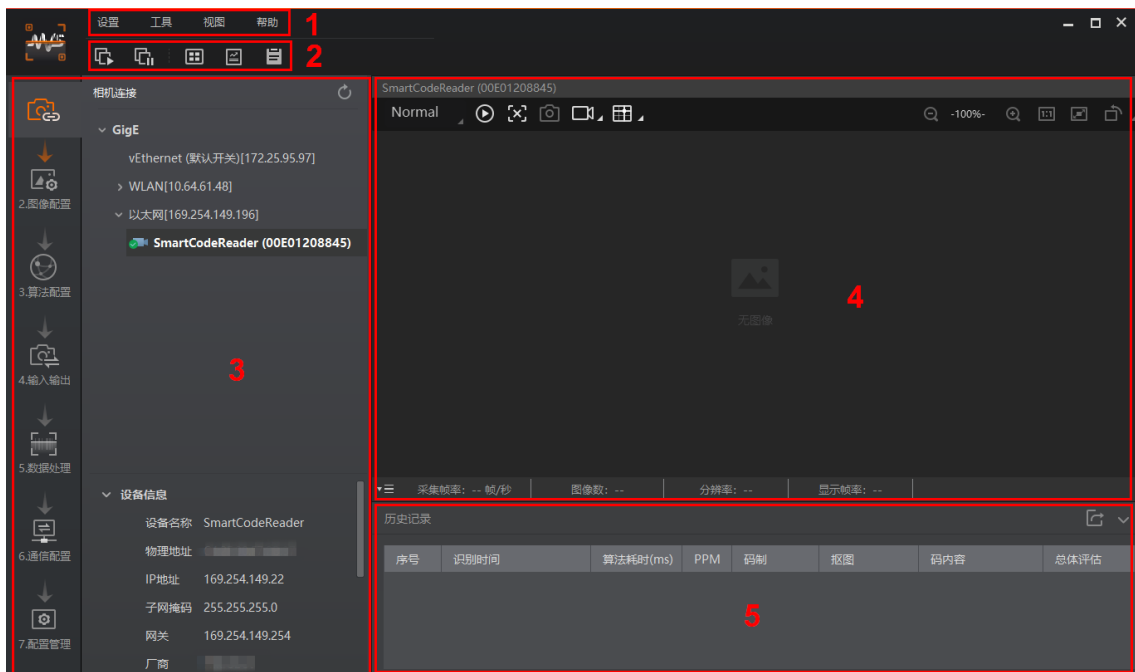

图3-7 IDMVS 主界面
2. 连接设备后客户端主界面如图 3-7 所示，各功能模块的简要介绍请见表 3-1。